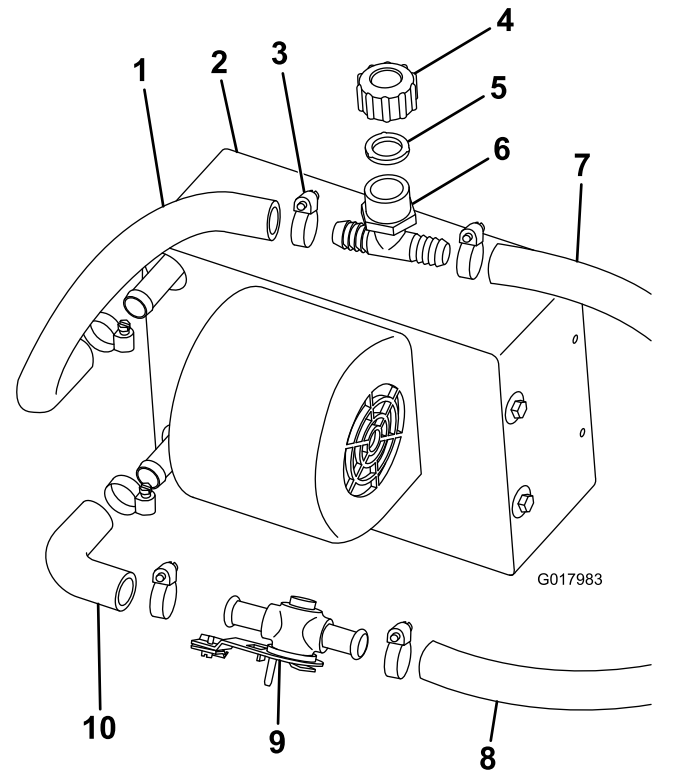

図 2
1. ホースクランプを使って、エルボホースを、ヒーターアセンブリの下にあるフィッティングに取り付ける 図 2。
2. ホースクランプを使って、ヒーターバルブをエルボホースに取り付ける 図 2。
3. ホース 5/8" を、31 cm の長さに切断し、それをヒーターアセンブリの上部フィッティングにホースクランプで固定する 図 2。
4. ホースクランプを使って、補給口、ガスケット、キャップを、上部ヒーターホースに取り付ける 図 2。